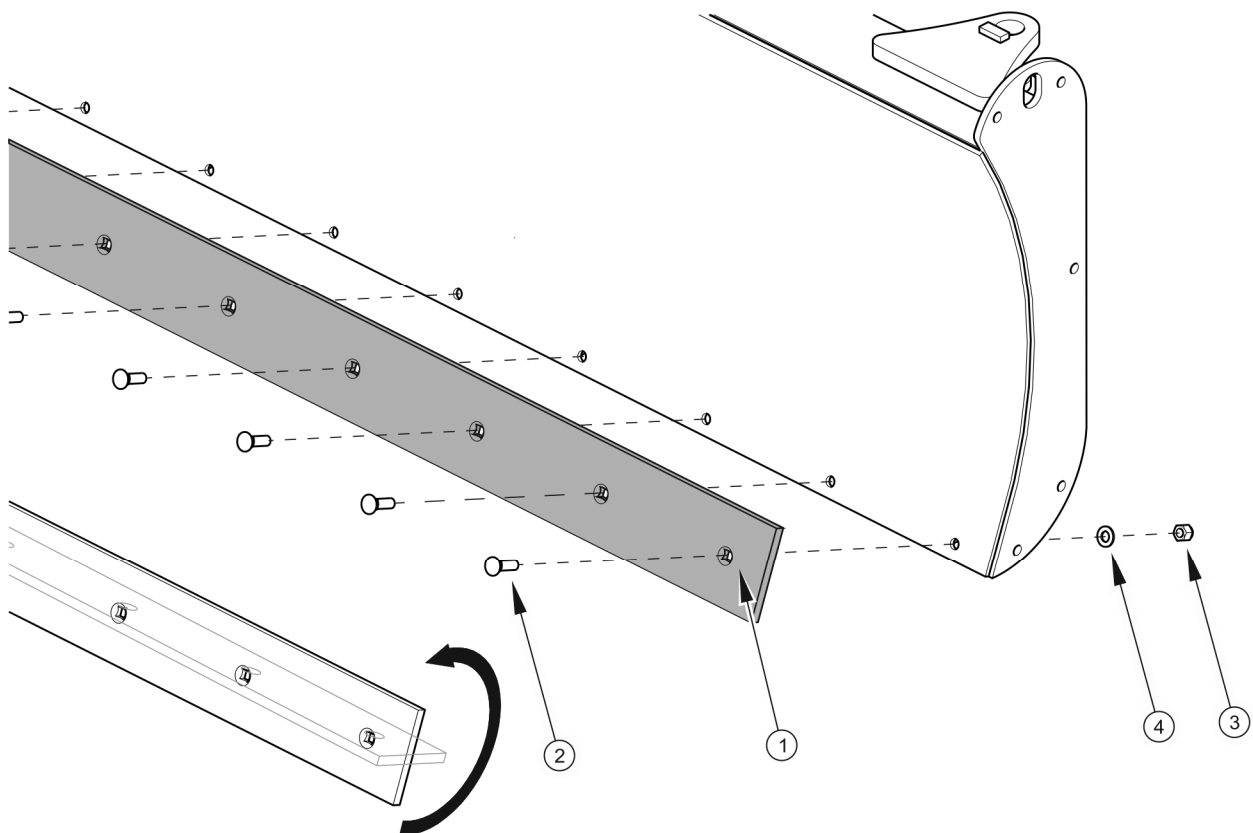

РИСУНОК 5.1 Заміна лемішу
(1) - сталевий леміш (2) - гвинт Z M12x40; (3)- контргайка M12; (4) - підкладка 12
Щоб демонтувати сталевий леміш (РИСУНОК 5.1), слід відкрутити гайки (3), зняти шайби (4) і відкрутити гвинти (2). Сталевий леміш двосторонній і може повертатися на 180°. Надмірно зношений або пошкоджений леміш слід замінити новим - (ТАБЛИЦЯ 5.1).